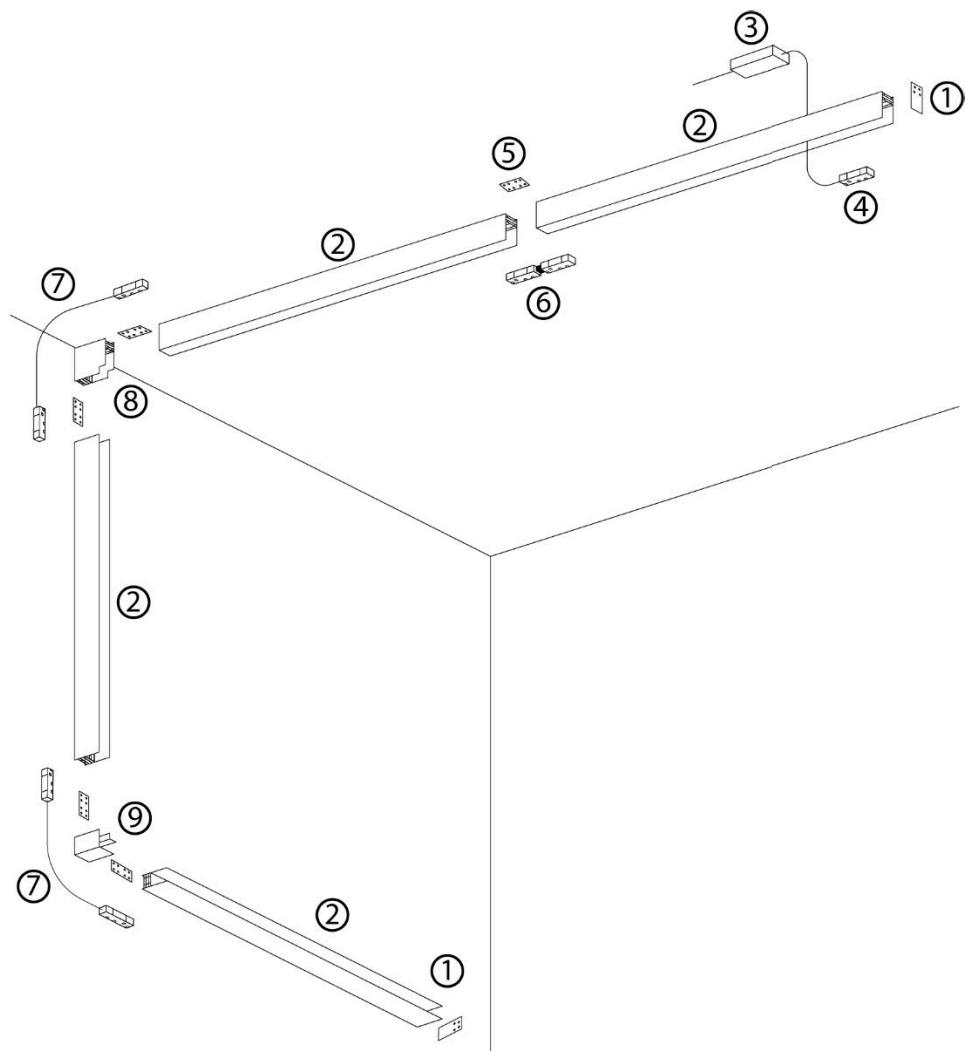

Рис. 1 Схема установки шинопровода CABM1000
- 5.3 Соберите необходимую вам систему шинопровода по аналогии со схемой, как показано на Рис. 1.